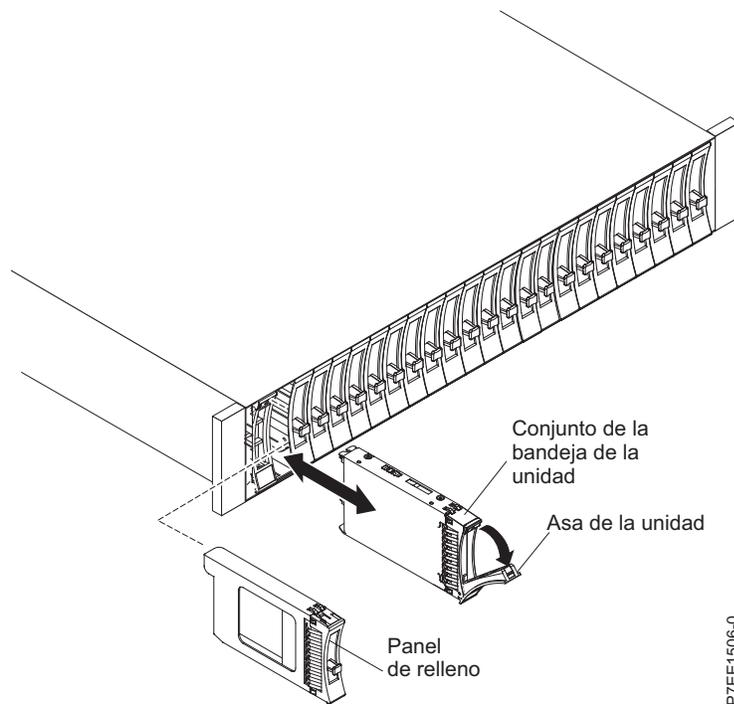

Figura 29. Extracción de una unidad del Alojamiento de unidad de disco 5887
4. Agarre la parte frontal de la unidad y tire de ella hacia fuera de la ranura, sujetándola por la parte inferior de la unidad, como se muestra en Figura 29 en la página 31.